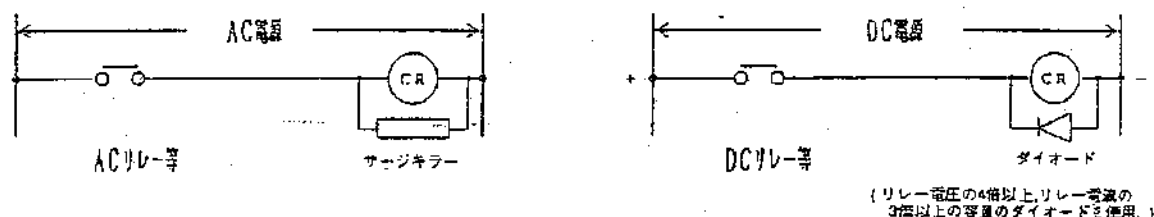

図4-4 リレー等のノイズ対策
- (1) コントローラの周辺で使用するリレー、マグネットコンタクト、ソレノイド及び電磁ブレーキ等には、サージキラー（AC電源用）またはダイオード（DC電源用）を取付けて、ノイズの発生を抑えて下さい。（図4-4 参照）